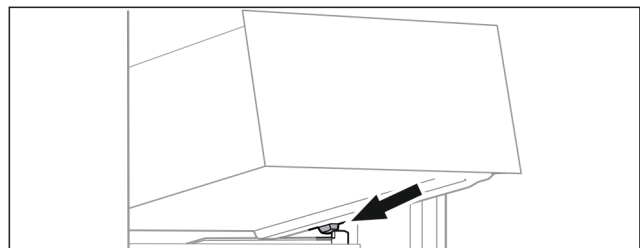

Fig. 20
- ▶ Lade schuin achter de stoppers op de containerrib plaatsen Fig. 20 (1).